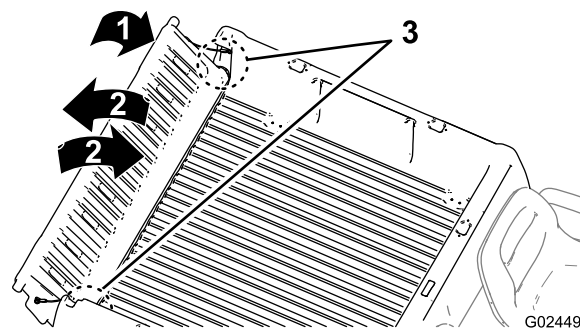

Bild 12
2. Drehen Sie die Heckklappe auf eine ungefähre Stellung von 45° (Bild 12).
3. Drehen Sie die Heckklappe mehrmals mit kurzen, schüttelnden Bewegungen (Bild 12).